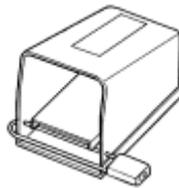

图1 — 锁定脚踏开关
10. 当不使用机器时，请锁定好脚踏开关（见图1），防止不小心碰倒它启动机器了。